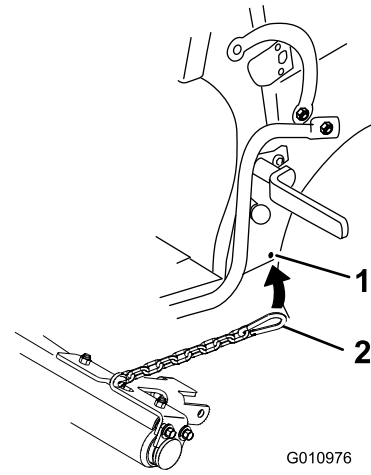

Figure 8
4. Engagez le bout de la chaîne dans le trou de la plaque latérale inférieure avant de la plate-forme (Figure 8).